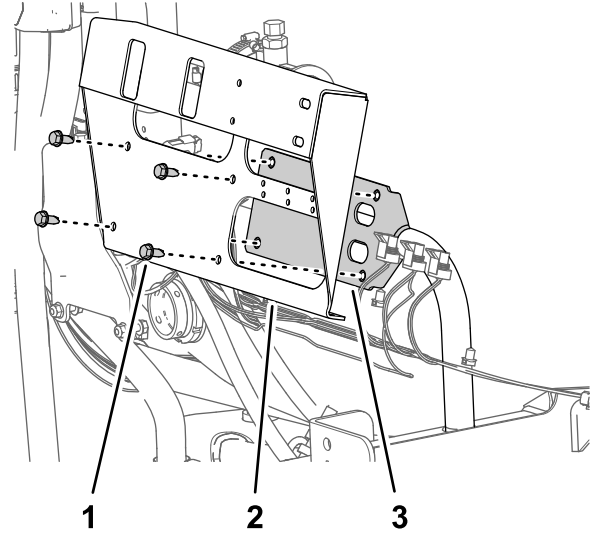

Figure 71
3. Retirez les 4 vis à embase (5/16 x 3/4") qui fixent la patte de support de vanne de section au support des vannes, et déposez la patte de support de la machine (Figure 71).